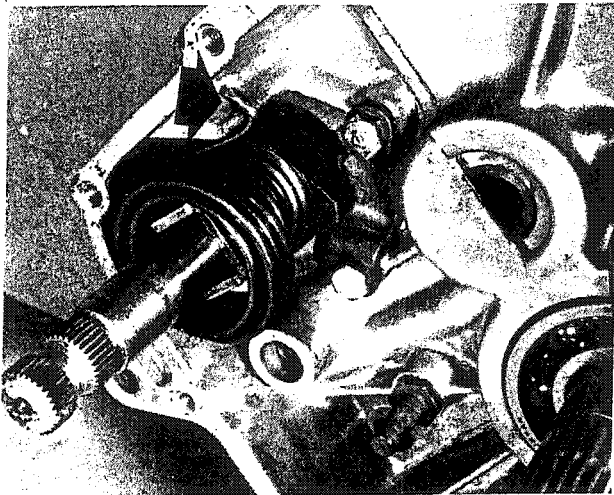

Bild 61
- Das äussere Ende der Kickstarter-Rückholfeder mit einer kräftigen Zange ergreifen und aus der Verankerung aushängen. Die Feder im Gegenurzeigersinn vorsichtig entspannen (Bild 61). Die Führungsbuchse herausziehen und das innere Federende aus der Bohrung in der Kickstarterwelle herausziehen. Nun kann die Feder von der Welle abgezogen werden.